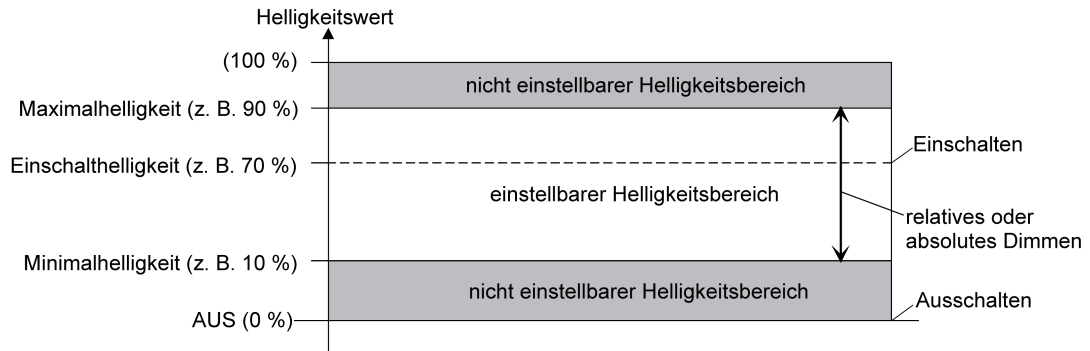

Bild 14: Beispiel eines Helligkeitsbereiches mit Minimalhelligkeit
- Definition der unteren Helligkeitsgrenze mit Minimalhelligkeit (Bild 14):
- i** In der Betriebsart "Drehzahlsteller" bei der Gerätevariante "1fach" kann - analog zur Beschreibung der Helligkeitswerte für eine Beleuchtungssteuerung in diesem Kapitel - die Minimaldrehzahl in der ETS konfiguriert werden (Bild 14). Die alternative Konfiguration einer Grunddrehzahl ist hierbei aus technischen Gründen nicht vorgesehen. Die Maximaldrehzahl ist ebenfalls nicht per Parameter einstellbar. Sie ist fest auf 100 % vorgegeben. Die Einschaltendrehzahl ist unveränderbar auf Maximaldrehzahl (100 %) vorgewählt. Die Unterschiede der Betriebsart "Drehzahlsteller" im Vergleich zur Betriebsart "Beleuchtungssteuerung" sind detailliert im Kapitel "Besonderheiten in der Betriebsart Drehzahlsteller" nachzulesen (siehe Seite 116).